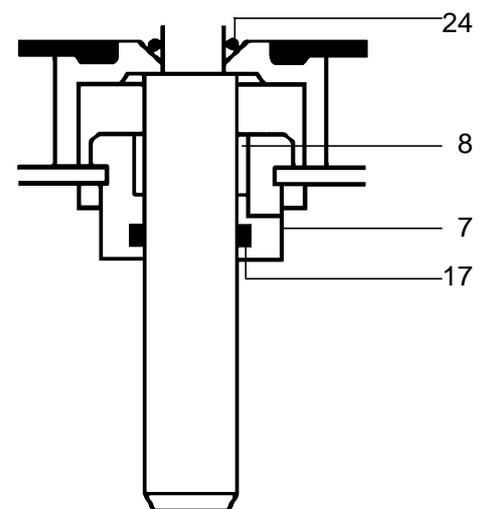

Fig. 12
6.3.1 Kit Sellado Vástago - Cómo Instalarlo (Ver Fig. 12)